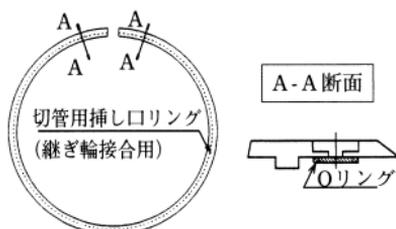

図71 切管用挿し口リング
- (1) 切管用挿し口リング（継ぎ輪接合用：図71）のねじ穴位置にOリング（2ヶ所）が付いていること、異物の付着がないことを確認する。Oリングが外れている場合は、シアノアクリレート系接着剤で取り付ける。